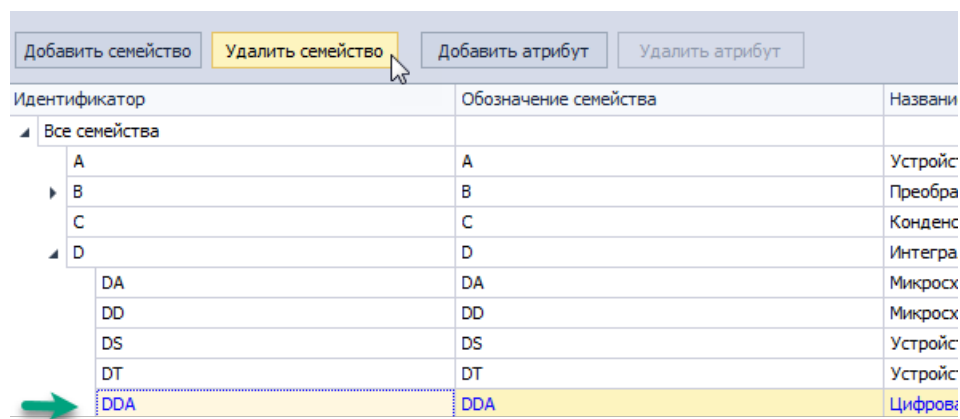

Рис. 38 Выбор семейства
3. Выбрать в таблице семейств то семейство, которое необходимо удалить, Рис. 38.